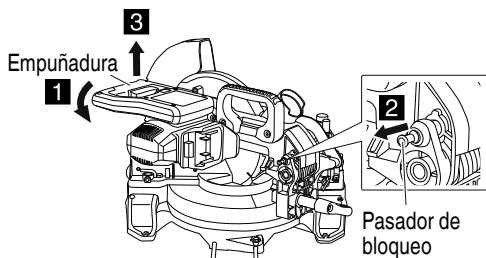

Fig. 6
4. Liberar el pasador de bloqueo. (Fig. 6)